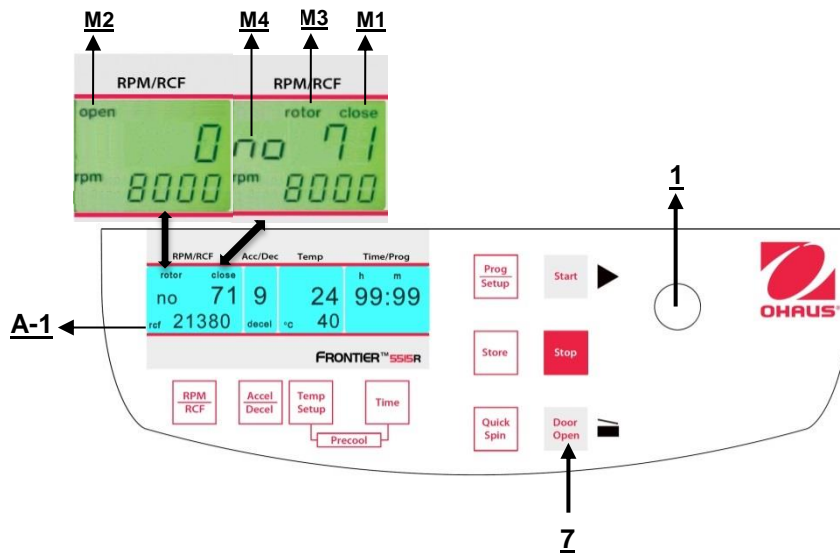

Figura 15
Dopo il funzionamento, quando il coperchio della centrifuga è chiuso, appare la parola "**close**" (M1) sul display "**RPM | RCF**" (A-1). Inoltre, se vi è un rotore nella centrifuga, appare la parola "**rotor**"(M3) e anche il numero di codice del rispettivo rotore che si trova all'interno del sistema centrifugo "**71**" (M4). Se nella centrifuga non vi è alcun rotore, la parola "**rotor**"(M3) lampeggia e appare la parola supplementare "**no**"(M4). Premendo il tasto "**Door Open**" (7), si può rilasciare il coperchio della centrifuga. Non appena il coperchio elettromagnetico è completamente rilasciato, appare la parola "**open**" (M2). Adesso è possibile aprire il coperchio della centrifuga Fare riferimento alla figura 15 qui di seguito per riferimento.
Il coperchio deve solo essere abbassato leggermente. Un bloccaggio elettromagnetico del coperchio fa chiudere il coperchio stesso, e allo stesso tempo scompare la parola **"open"** (M2) (fare riferimento alla figura 15). Quale segnale che la centrifuga è pronta per essere avviata, il display **"RPM | RCF"** (A-1) visualizza la parola **"close"** (M1). Allo stesso tempo, si visualizza la parola **"rotor"** (M3), come il numero di codice del rotore che si trova nell'impianto della centrifuga, **"no 71"** (M4). Con questo, tutti i dati specifici del rotore, quali, per esempio, la velocità max. l'accelerazione, ecc. sono adottati.